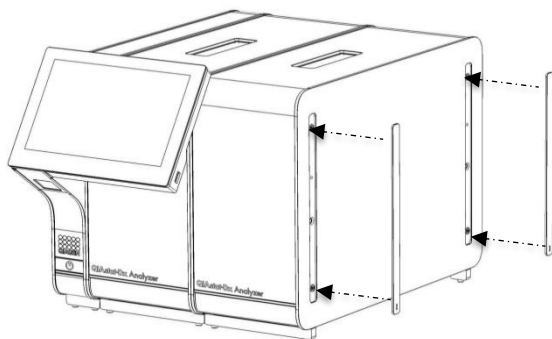

Figura 14. Recolocação das tampas protetoras no módulo analítico adicional.
5. Volte a colocar as tampas protetoras na parte lateral do módulo analítico adicional (Figura 14).